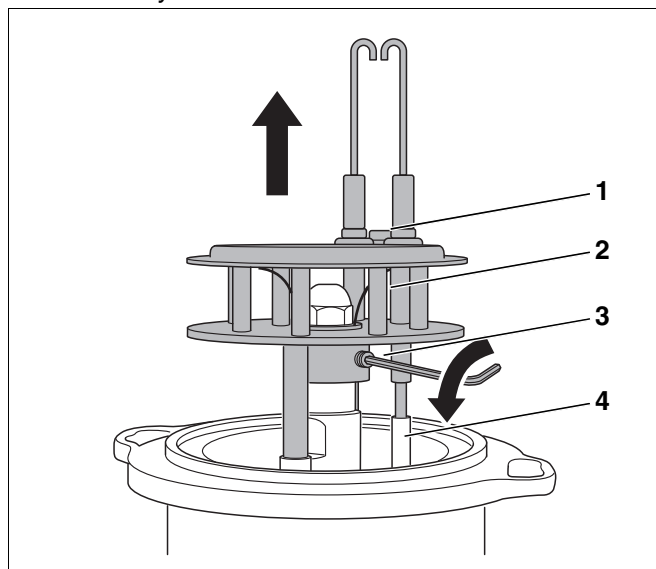

Рис. 28 Демонтаж смесительной системы
- Открутить болт (Рис. 28, поз. 1) между запальными электродами.
- Отсоединить провода от запальных электродов (Рис. 28, поз. 4).
- Ослабить штифт (Рис. 28, поз. 3, стр. 33) и демонтировать смесительную систему (Рис. 28, поз. 2, стр. 33).
- Вынуть смесительную систему вверх (Рис. 28, поз. 2, стр. 33).